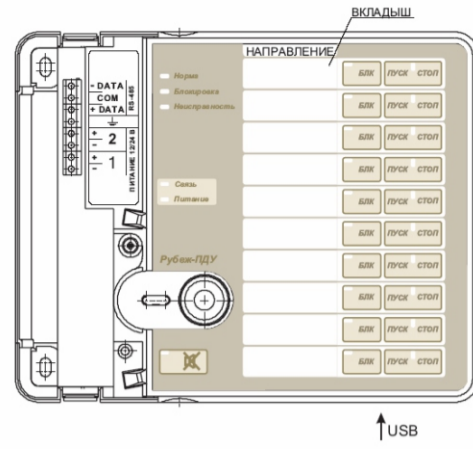

Рисунок 1 – Внешний вид и способ подключения прибора
3.2.7 Извлечь вкладыш (см. рисунок 1) и в столбце «Направление» вписать наименование зон контроля.